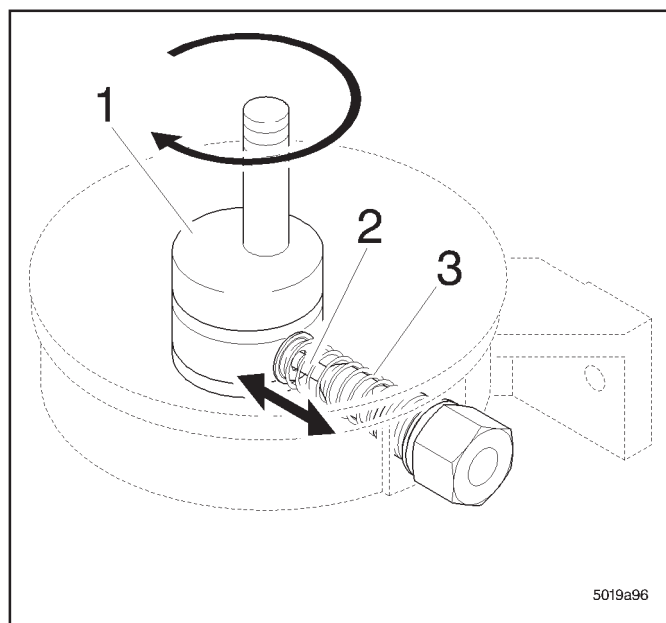

Abb. 2 - Pumpenelement mit Exzenter
• Der Elektromotor treibt den Exzenter 1 (Bild 2) an.